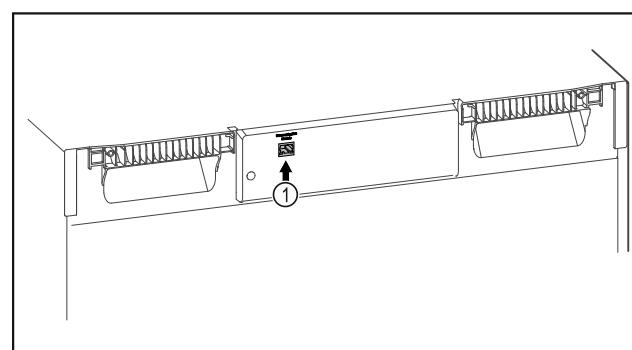

Fig. 142
- ☐ To SmartModule Fig. 142 (1) είναι τοποθετημένο.